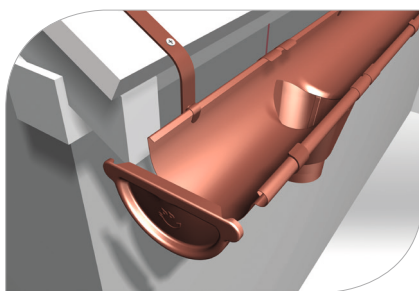

рис. 29
- 3.13 На конце желобов установите заглушки с уплотнителями (**рис. 29, 30**)